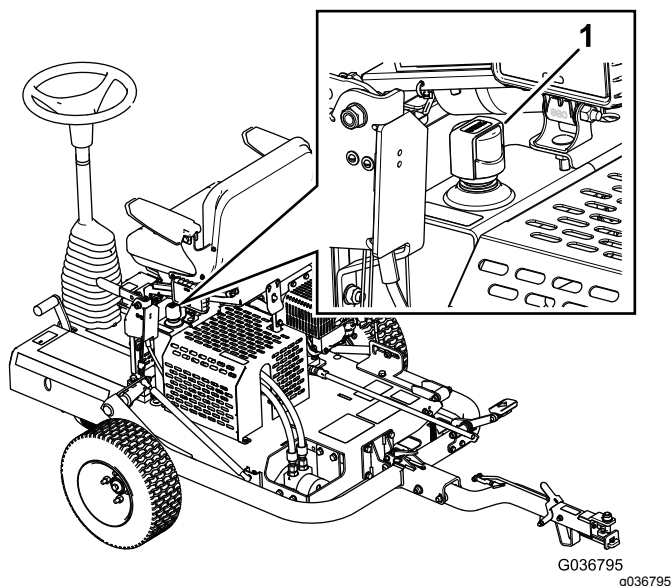

図 21
3. 油圧タンクのキャップを外し、ディップスティックで油量を点検する 図 21。